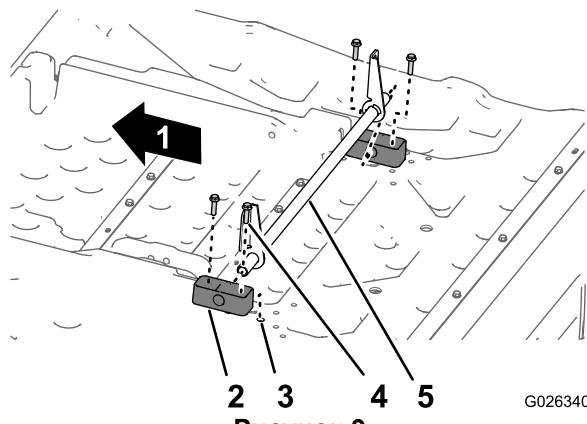

Рисунок 9
- Вставьте конец трубы кронштейна шарнира в сборе в поворотный блок (Рисунок 9).
- Установите другой поворотный блок на другой конец трубы кронштейна шарнира (Рисунок 9).
- На **новом** грузовом кузове совместите отверстия в новом поворотном блоке с резьбовыми вставками в грузовом кузове, присоедините блок с помощью 4 болтов с фланцевыми головками (3/8 x 1-1/2 дюйма) и затяните болты от руки (Рисунок 9).